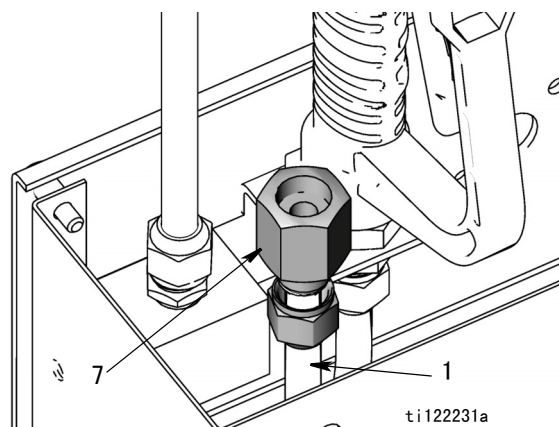

图 17
- 将流体入口管 (1) 连接到流体入口接头 (7) 上 (图 17)。牢牢拧紧。